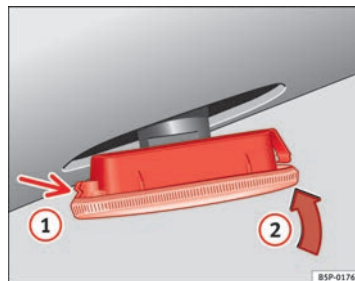

Fig. 238 Intermitente lateral
- Coloque el intermitente en primer lugar en el orificio de la carrocería, encajando las pestañas ⇒ fig. 238, flecha ①.
- Encaje la lámpara como indica la flecha ② ⇒ fig. 238.